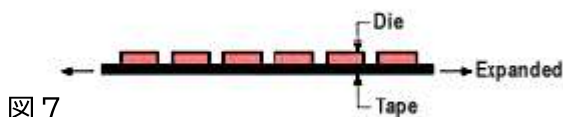

図 7
e. ダイを分離するためのダイシング処理後にテープを拡張します(図 7)。